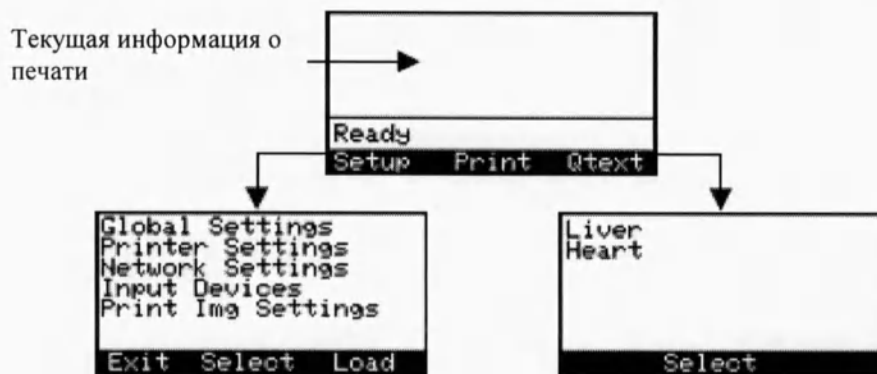

Рисунок 9 – Инициализация и опции основного меню
1.5. Прохождение ленты через устройство SlideMate так, как показано на странице ниже. При появлении основного экрана установки используйте функцию **Load (Загрузка)**, к которой можно обратиться, нажав на правую кнопку (смотрите **Рисунок 9**). Это позволяет вручную повернуть катушку приема ленты в направлении захвата.